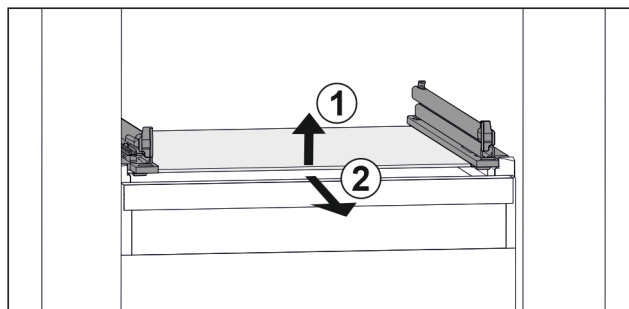

Fig. 38 Reprezentare exemplificativă a plăcii de sticlă
- ▶ Ridicați placa de sticlă din față. Fig. 38 (1)
- ▶ Extrageți placa de sticlă spre înainte. Fig. 38 (2)